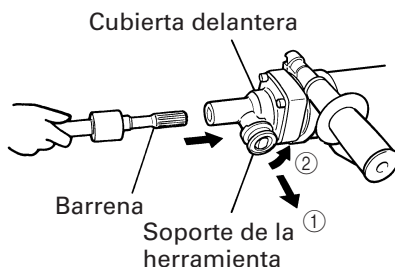

Fig. 3
- (1) Limpiar y engrasar la espiga con la grasa provista.
- (2) Tirar del sostén en la dirección de la flecha ① y rotar en la dirección de la flecha ② (la izquierda). Insertar planamente la barrena de herramienta en el orificio hexagonal de la cubierta delantera. (Fig. 3)
- (3) Retornar el sostén de herramienta para fijar ésta.
- (4) Tire de la herramienta y compruebe que se encuentre completamente bloqueada.